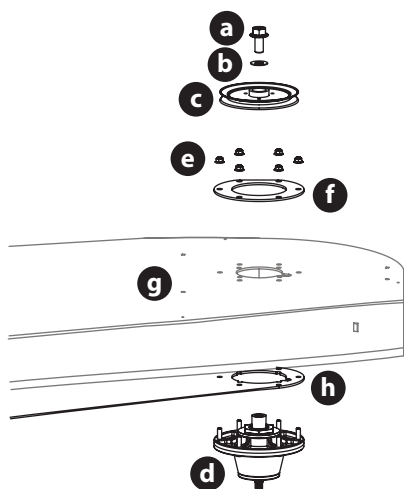
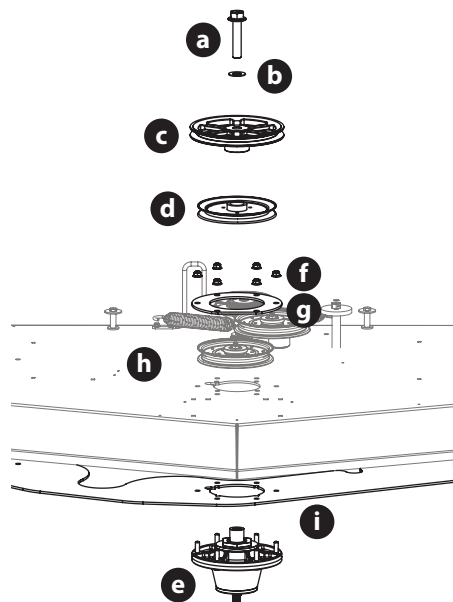

Fig. 59
Fig. 60
6. Retirez les boulons à bride hexagonale (a) et les rondelles plates (b) qui fixent les poulies de l'axe gauche et droit (c) à l'ensemble de l'axe (d) (Fig. 59).
7. Retirez les 6 contre-écrous à collerette (e) qui fixent les ensembles de broches gauche et droite (d) et les plaques de support (f) à la coque du plateau de coupe (g) (Fig. 59).
**NOTE :** il n'est pas nécessaire de retirer la plaque de support du plateau de coupe (h), sauf si les trois broches sont remplacées (Fig. 59).
8. Retirez le boulon à bride hexagonale (a) et la rondelle plate (b) qui fixent la poulie d'entraînement (c) et la poulie de l'axe central (d) à l'ensemble de l'axe (e) (Fig. 60).
9. Retirez les 6 contre-écrous à collerette (f) qui fixent la poulie de l'axe central (d), l'ensemble de l'axe (e) et les plaques de support (g) à la coque du plateau de coupe (h) (Fig. 60).
**NOTE :** il n'est pas nécessaire de retirer la plaque de support du plateau de coupe (i), sauf si les trois broches sont remplacées (Fig. 60).
10. Inversez le processus pour installer l'ensemble de la broche. Lors de l'installation de la nouvelle broche, veillez à ce que la quincaillerie soit installée correctement (Fig. 59 et l'Fig. 60). Serrez les boulons hexagonaux de la bride à 339 N-m (250 po-lb) et les écrous de blocage de la bride de 28 à 43 N-m (21 à 32 pi-lb).